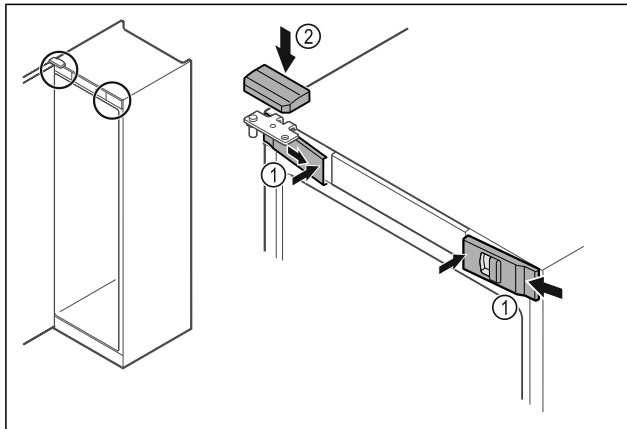

Fig. 48 \*
- ▶ Bočno zakvačite prednje poklopce Fig. 48 (1) i uglavite ih iznutra.\*
- ▶ Uglavite gornji poklopac Fig. 48 (2) odozgo.\*